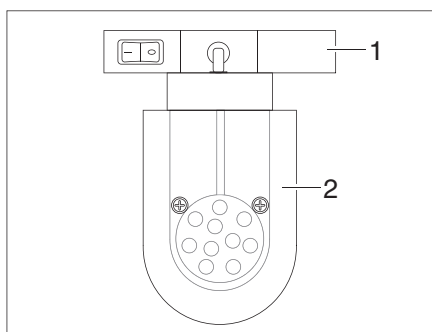

Fig. 146 Foco de LED (ejemplo)
- Sujetar el soporte (Fig. 146,1) y girarlo en 90°.
- Extraer el foco de LED (Fig. 146,2) del sistema de rieles.
- Colocar el foco de LED (Fig. 146,2) en el sistema de rieles en la posición deseada y girarlo en 90°.